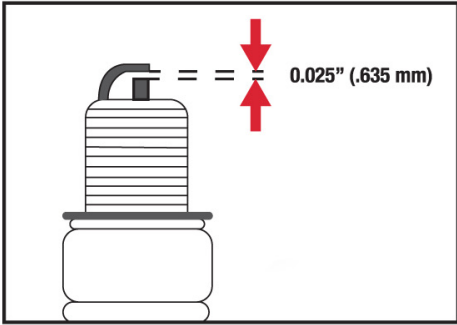

Fig. 11
- 1. Abertura de bujía = 0,635 mm (.025 ") (Fig. 11).